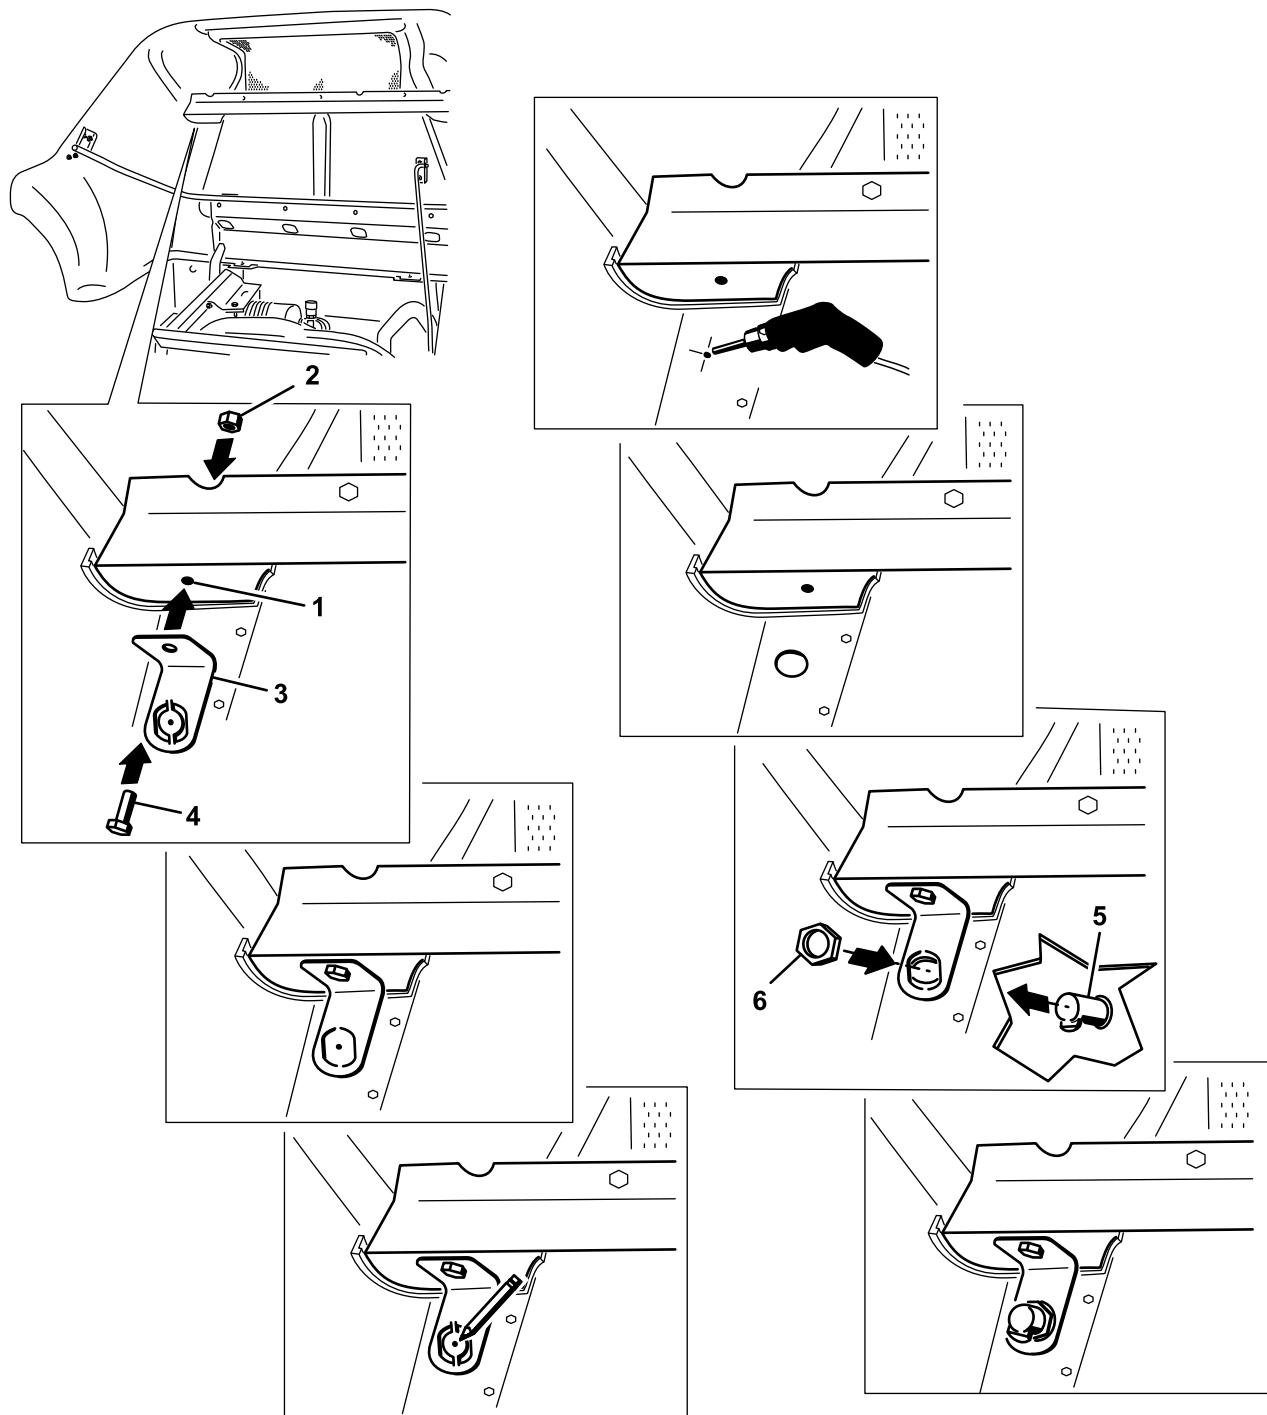

Bild 1
4. Befestigen Sie die Riegelstütze mit einer Schraube (5/16" x ¾") und Sicherungsmutter (5/16"), wie in Bild 1 abgebildet.
9. Befestigen Sie die Riegelstütze mit einer Schraube (5/16" x ¾") und Sicherungsmutter (5/16") am Rahmen, wie in Bild 1 abgebildet.
11. Stecken Sie das Schloss so durch die Motorhaube und die Riegelstütze, dass der Riegel nach vorne zeigt (Bild 1).
12. Schrauben Sie die Sicherungsmutter auf die Unterseite des Schlosses, um es zu befestigen (Bild 1).